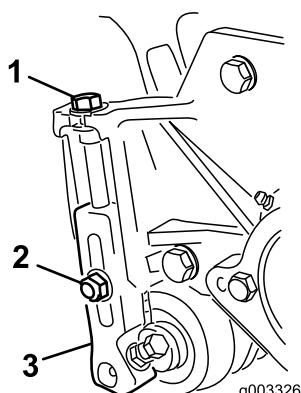

图18
1. 松开将剪草高度臂固定到滚刀组侧板上的锁紧螺母 (图18)。